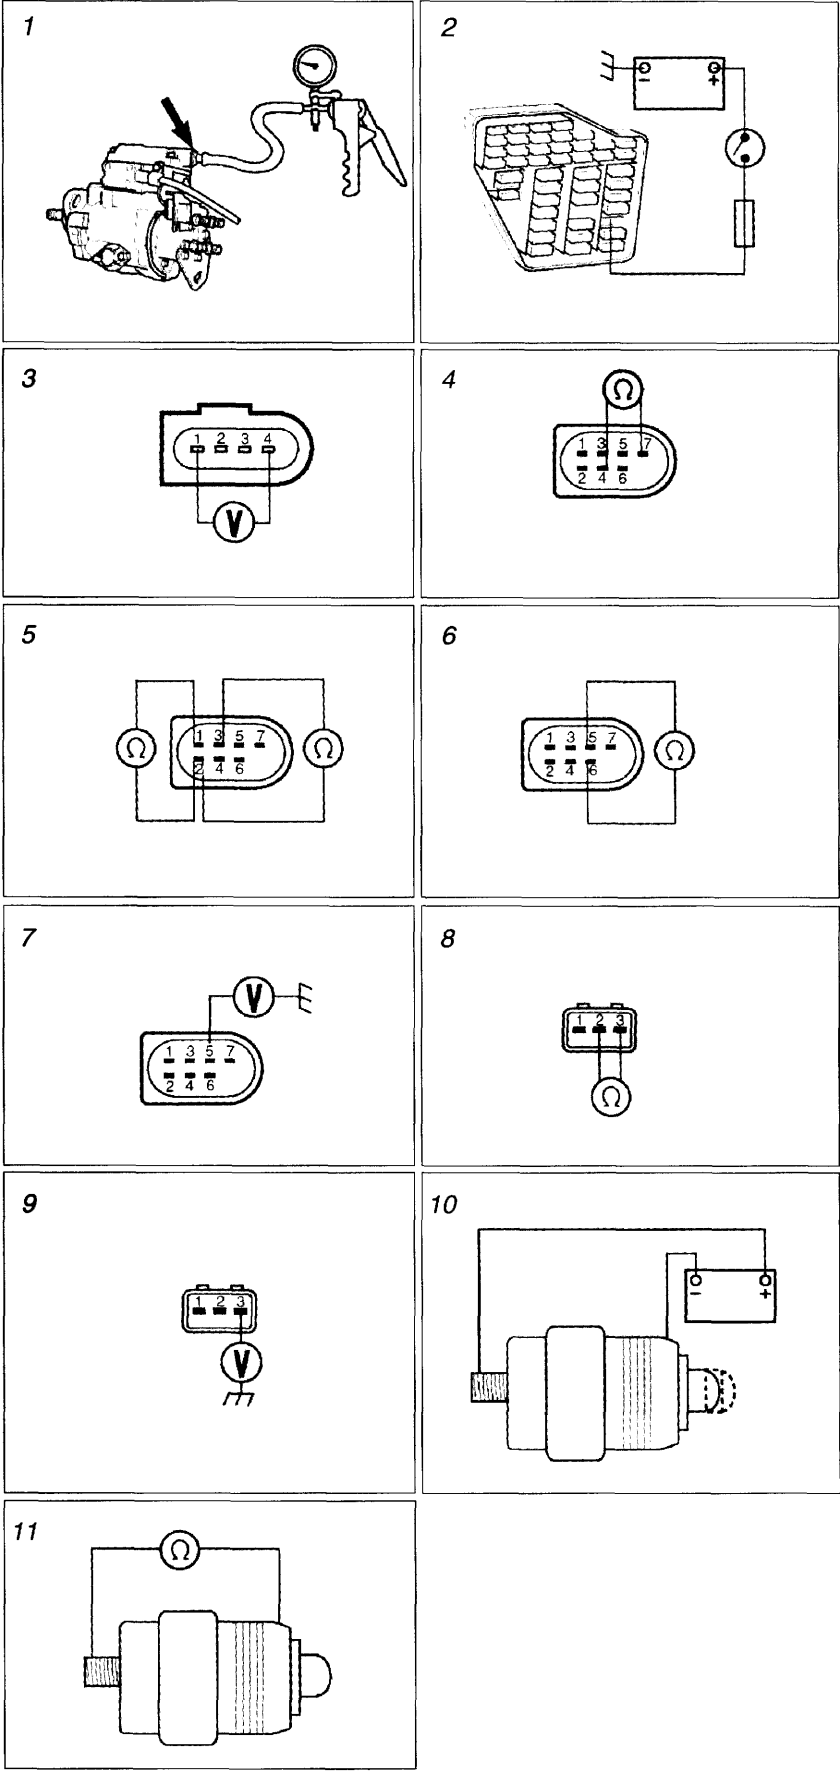

Рис. 7. Проверка компонентов топливной системы
- подключить к штуцеру обратного слива ТНВД ручной насос (см. рис. 7/1);
- собрать диагностическую схему (см. рис. 7/2 – предохранитель F28 извлечен из колодки, питание подается на его шину) и проверить наличие «+12 В» на контактах «1-4» разъема топливного насоса (см. рис. 7/3). Если питания нет, проверить соединения, иначе – заменить насос.
- отсоединить 7-контактный разъем ТНВД (см. рис. 7/4);
– включить зажигание: на контакте «5» 7-контактного разъема ТНВД должно быть «+12В» (см. рис. 7/7). В противном случае проверить реле К46, замок зажигания и соответствующие соединения;
– на отсоединенном 7-контактном разъеме ТНВД измерить сопротивление обмотки регулятора между контактами «5-6»; его величина – 0,5...2,5 Ом (см. рис. 7/6).
Этот кольцевой короткозамкнутый датчик (FQAS), включенный по полудифференциальной схеме, определяет угловое положение регулятора FQA. Необходимо проверить сигнал датчика на работающем на ХХ двигателе (контрольная осциллограмма на рис. 5/6). Сопротивление обмотки датчика FQAS на отсоединенном разъеме ТНВД между контактами «1-2» и «2-3» должно лежать в пределах 5...7 Ом (см. рис. 7/8).
– включить зажигание: на контакте «3» 3-контактного разъема ТНВД должно быть «+12 В» (см. рис. 7/9). В противном случае проверить предохранитель F1, реле К46, замок зажигания и соответствующие соединения;
– на отсоединенном 3-контактном разъеме ТНВД измерить сопротивление обмотки регулятора «2-3», его величина – 12...20 Ом (см. рис. 7/8).
– измерить сопротивление обмотки клапана; его величина – около 7,5 Ом (см. рис. 7/11);
– собрать диагностическую схему (см. рис. 7/10) и проверить работу клапана: при включении питания плунжер должен втянуться, при снятии питания – выдвинуться наружу.